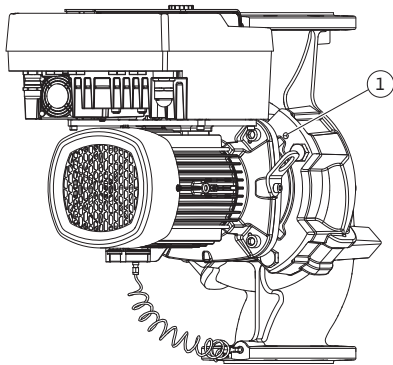

Fig. 103: Odtis vtičnega kompleta prek navojnih izvrtin
12. Pri tipu črpalke (Fig. III, IV) sprostite vijake na poz. 29. Uporabite dve sosednji navojni izvrtini (Fig. 103, poz. 1) in ustrezne vijake (npr. M10 x 25 mm), ki so na voljo na mestu vgradnje. Vtični komplet odmaknite od ohišja črpalke.